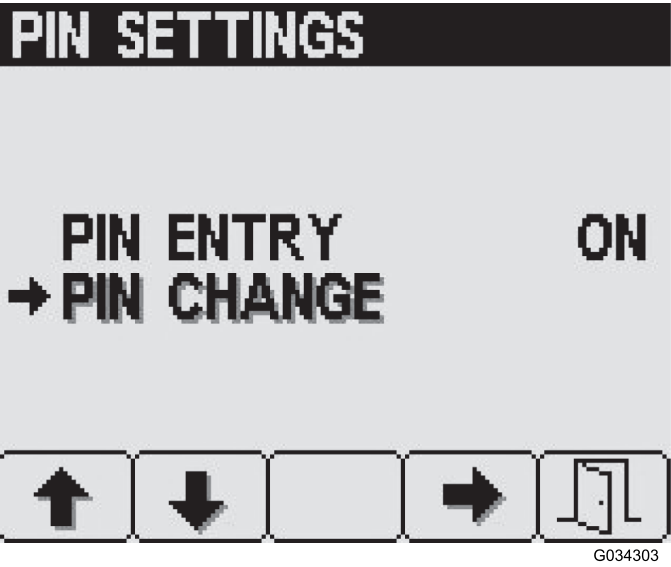

Figura 17
3. A partir do ecrã de definições do PIN, prima o botão 2 até chegar à opção para mudar o PIN, depois prima o botão 4 para seleccionar (Figura 17).